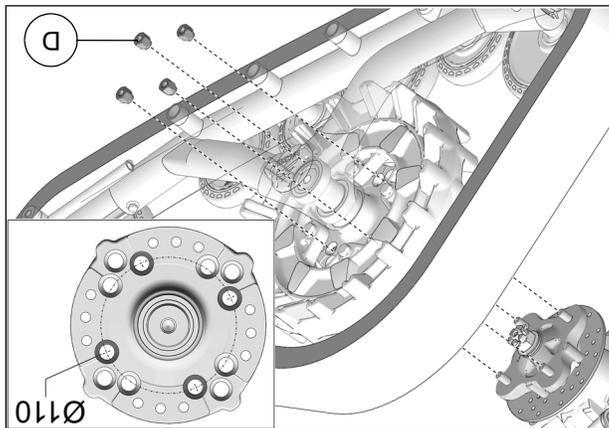

Fig. 11
9. Fixer le système de traction au moyeu de roue arrière. Utiliser le cercle de perçage de $\varnothing 110\text{mm}$ et les écrous de roue (D) fournis. Voir Fig. 11